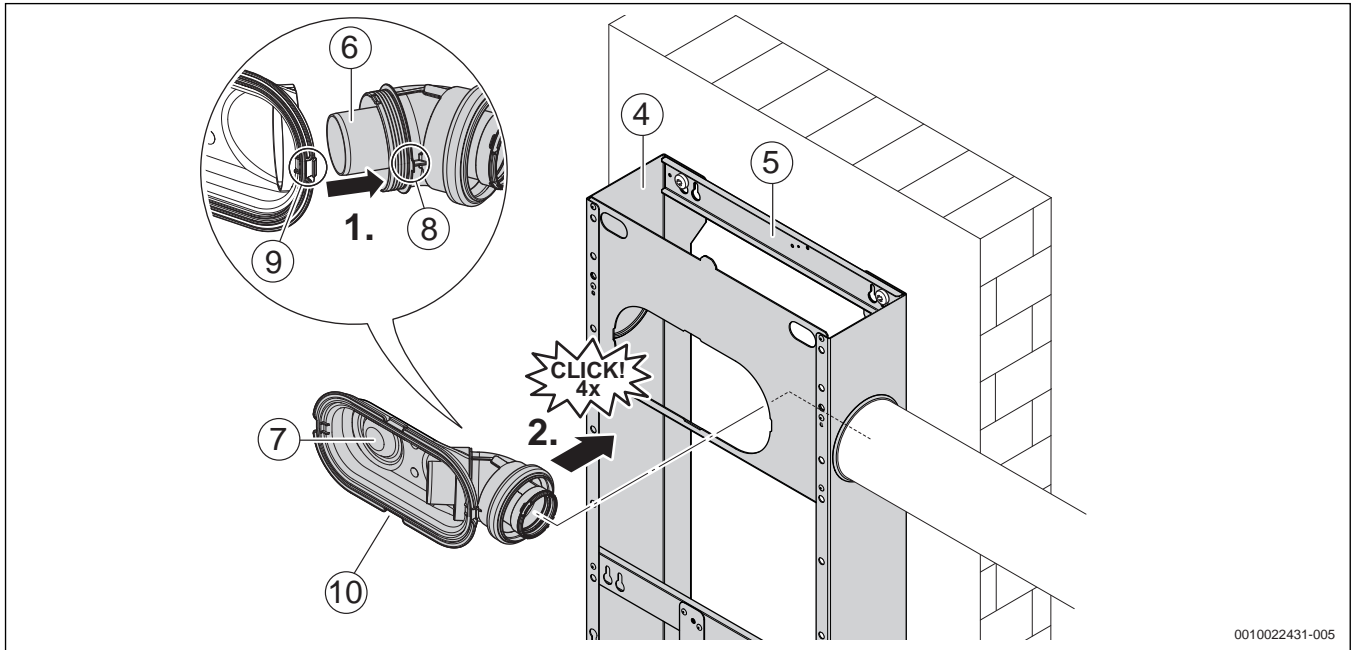

Bild 20 Montagerahmen aufhängen, Abgasanschluss seitlich (exemplarisch: Montage an Befestigungspunkten C)
- ▶ Bogen ([6], Bild 20) auf Flansch ([7], Bild 20) montieren, wobei die Zunge ([8], Bild 20) am Bogen exakt in der Aussparung ([9], Bild 20) am Flansch liegen muss.
- ▶ Bogen und Flansch zusammen auf das Abgasrohr [1] stecken und am Montagerahmen mit Hilfe der 4 Klammern ([10], Bild 20) einrasten.